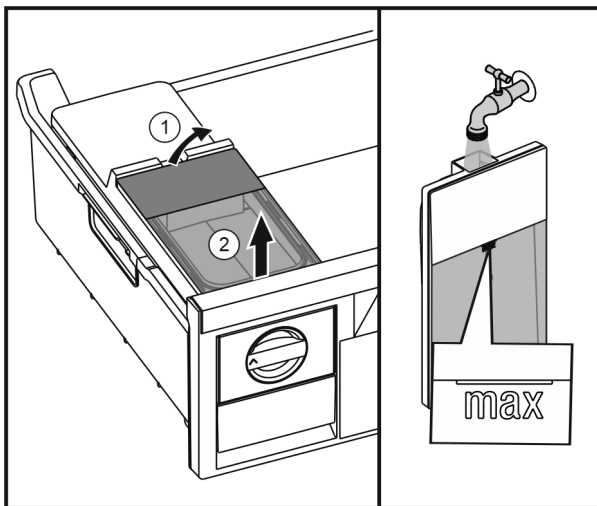

Fig. 28
- Podignite spremnik za vodu sa stražnje strane Fig. 28 (1) i izvadite ga prema gore Fig. 28 (2).